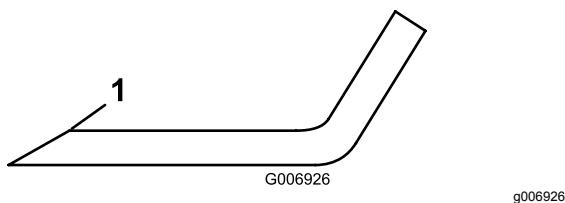

Figure 85
3. Examinez les tranchants de toutes les lames. aiguiser-les s'ils sont émoussés ou ébréchés. N'affûtez que le haut du tranchant et conservez l'angle de coupe d'origine pour obtenir une coupe nette (Figure 85). Limez la même quantité de métal sur chacun des deux tranchants pour ne pas déséquilibrer la lame.